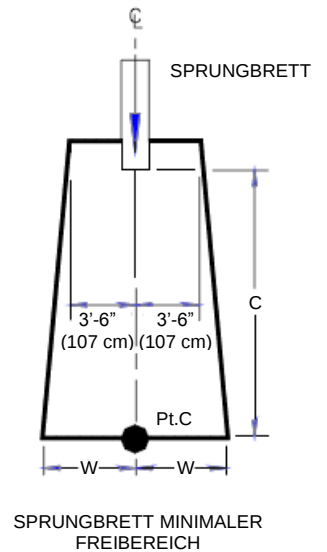

ABB. 4
- C. Der minimale Freibereich um eine Rutsche oder ein Sprungbrett darf sich nicht mit der Geländeoberfläche, einem Seil oder Schwimmseil überschneiden (siehe **ABB. 4**). Der minimale Freibereich um eine Rutsche und eine Sprungbrett dürfen sich miteinander überschneiden, wenn beide nicht gleichzeitig benutzt werden.